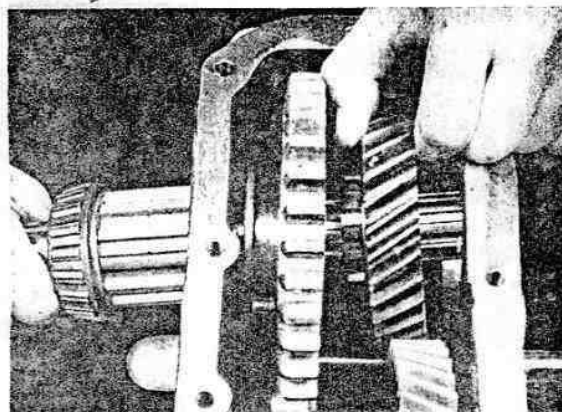
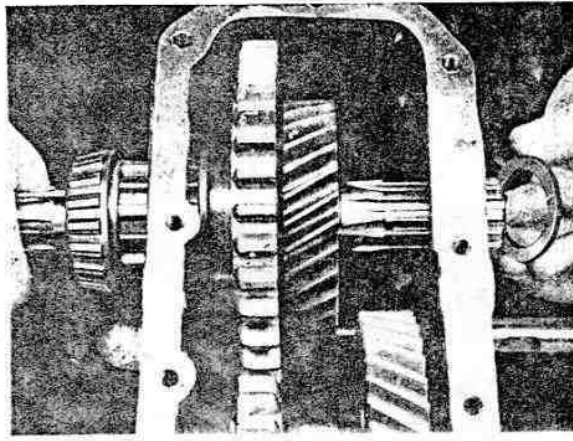
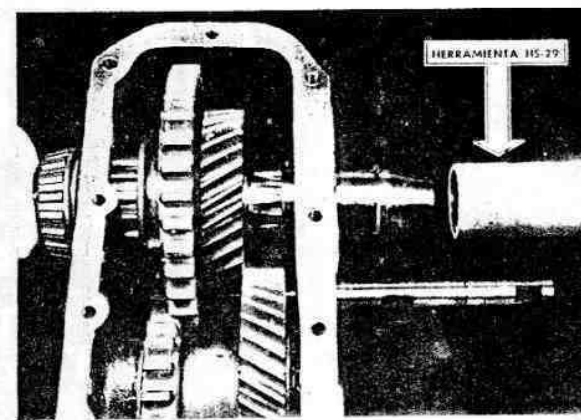

Fig. 165. — Ubicando el engranaje del eje principal, en éste.
Fig. 166. — Instalando la arandela espaciadora en el eje principal, ubicada contra el engranaje del eje principal.
Fig. 167. — Instalando el aro retén del engranaje del eje principal, con la herramienta H5-29.
d) Introducir el eje principal el agujero posterior de la carcasa y, a medida que va entrando, calzar por orden, el engranaje desplazable; el engranaje del eje principal con su corona de dientes rectos hacia atrás de la caja (Fig. 165) ; la arandela de empuje, cuidando que sus salientes se ubiquen en las dos estrías prolongadas del eje (Fig. 166) ; con la herramienta, instalar el otro retén en la ranura correspondiente (Fig. 167) .